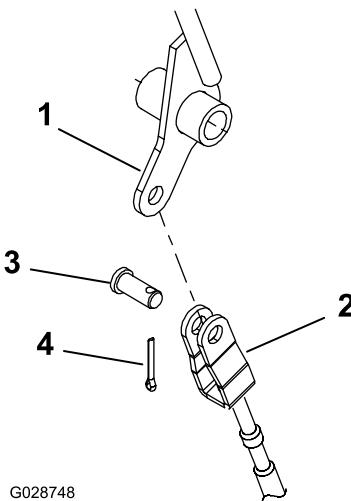

Figura 9
- Conecte el pasador del cable de la TDF al orificio en la palanca de la TDF con un pasador de horquilla y un pasador de chaveta (Figura 9).